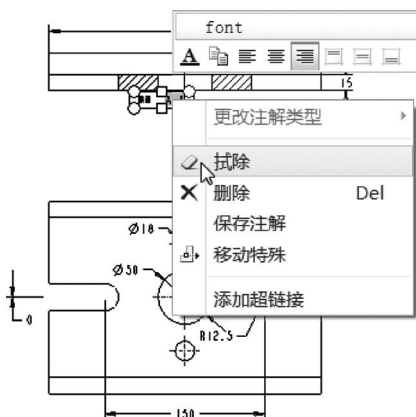

图 11-116 使用右键快捷菜单
- 2) 右击, 接着从图 11-116 所示的快捷菜单中选择“拭除”命令。